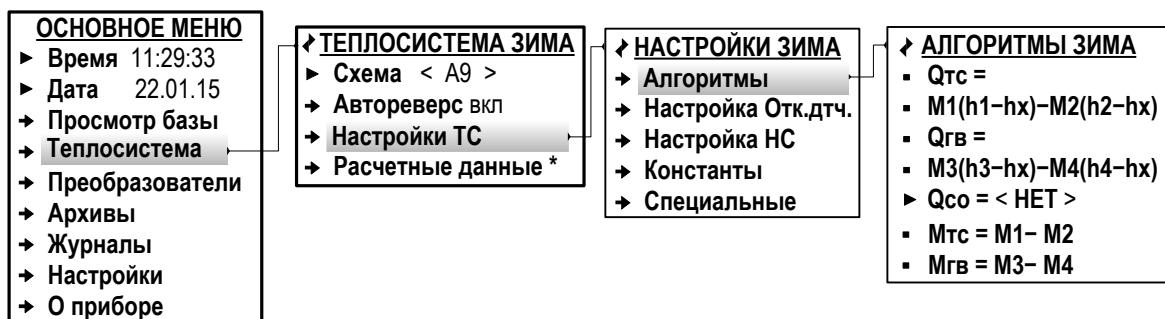

Рис.19. Вид меню «Алгоритмы» (режим СЕРВИС).
7.4.5.1. В расчетной теплосистеме алгоритмы расчета тепла **Q** и массы **M** отображаются в меню **Теплосистема / Настройки ТС / Алгоритмы** (рис.19).